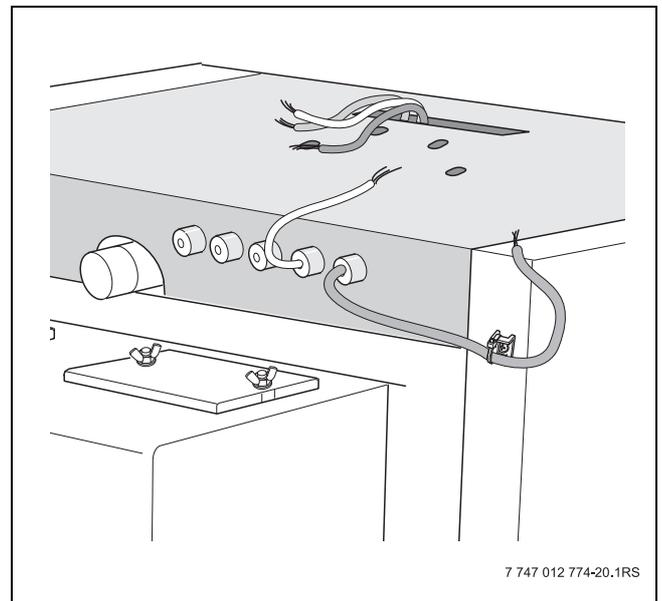

Fig. 19 Passaggio dei cavi di collegamento
- Far passare i cavi elettrici e i cavi della sonda attraverso l'apertura presente sulla parte superiore del rivestimento (→ fig. 19).
- Far passare i cavi elettrici dei collegamenti esterni attraverso le bocche sul retro del rivestimento (→ fig. 19).
- Con l'ausilio di un fermacavo (accessorio in dotazione) fissare i cavi in uscita dalla caldaia sul rivestimento laterale sinistro, per evitare di metterli in trazione (→ fig. 19).